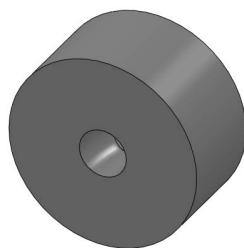

图 3-58 生成扫描切除实体特征
(7) 单击【确定】按钮，生成扫描切除实体特征，如图 3-58 所示。